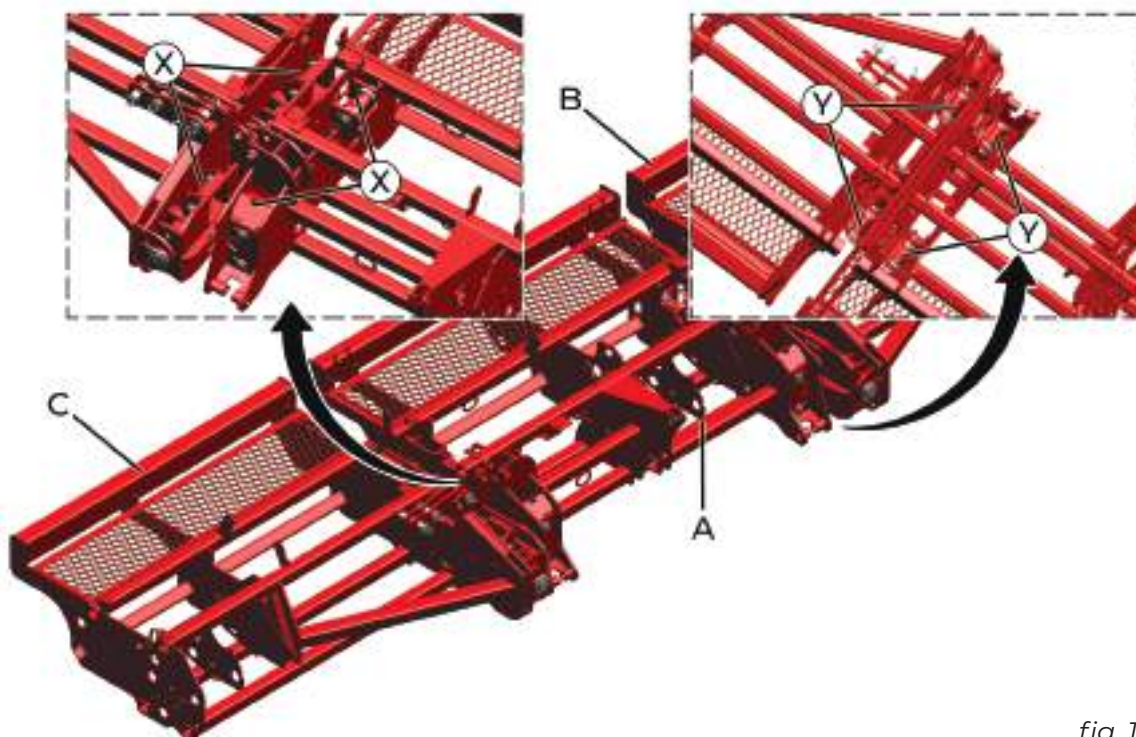

fig. 143
O sistema de articulação (*fig. 143*) é composto pelo chassi fixo (A) e pelos articuláveis esquerdo (B) e direito (C). Ambos possuem mancais (D) que interligam com o chassi fixo.